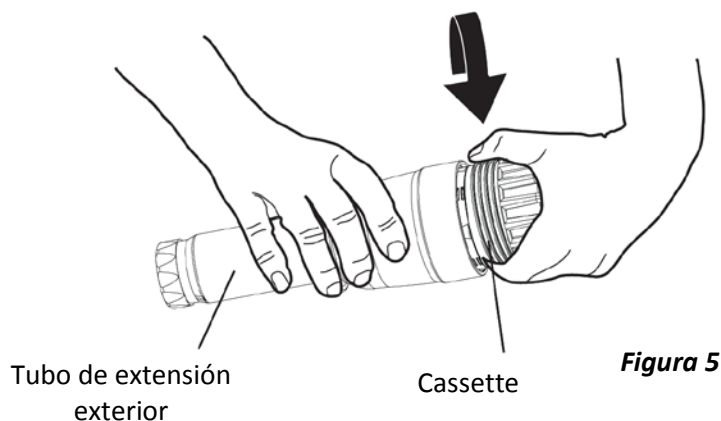

Figura 5
- Desenrosque el cassette, retire el tubo de extensión exterior y póngalo a un lado (Figura 5).